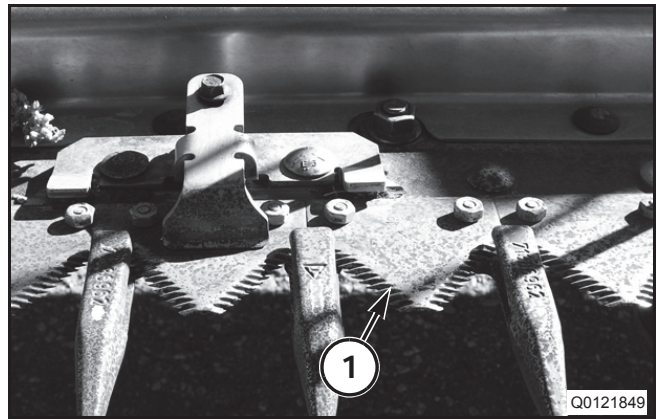

FIG. 48
FIG. 48: Mantenga las secciones del cortador (1) afiladas. Sustituya las secciones sin filo o rotas. A lo largo del centro de las protecciones, la superficie inferior de las secciones deberá mantener un leve contacto con la superficie de las protecciones para que haya una acción de corte adecuada.